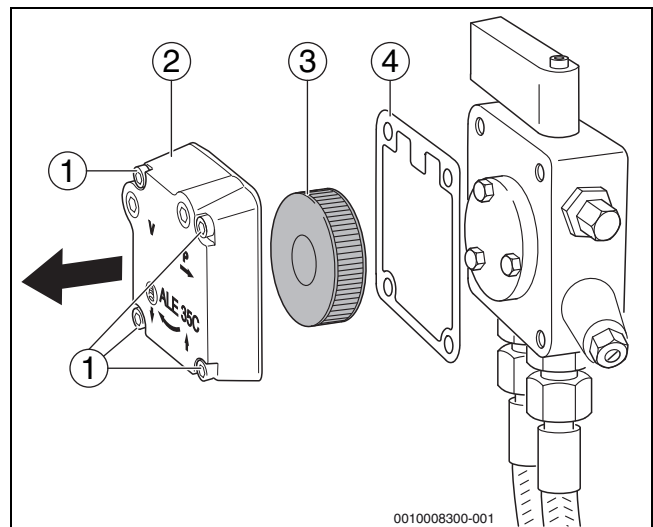

Fig. 30 Contrôler le filtre de la pompe à fioul – Pompe à fioul Suntec
- Desserrer les quatre vis hexagonales (→fig. 30, [1]).
- Retirer le couvercle du boîtier (→fig. 30, [2]).
- Retirer le filtre de la pompe à fioul (→fig. 30, [3]).
- Vérifier si le joint (→fig. 30, [4]) est endommagé et le remplacer si nécessaire.
- Nettoyer le filtre de la pompe à fioul (→fig. 30, [3]) avec de l'essence et le remplacer si nécessaire, puis le remettre en place sur la pompe à fioul.